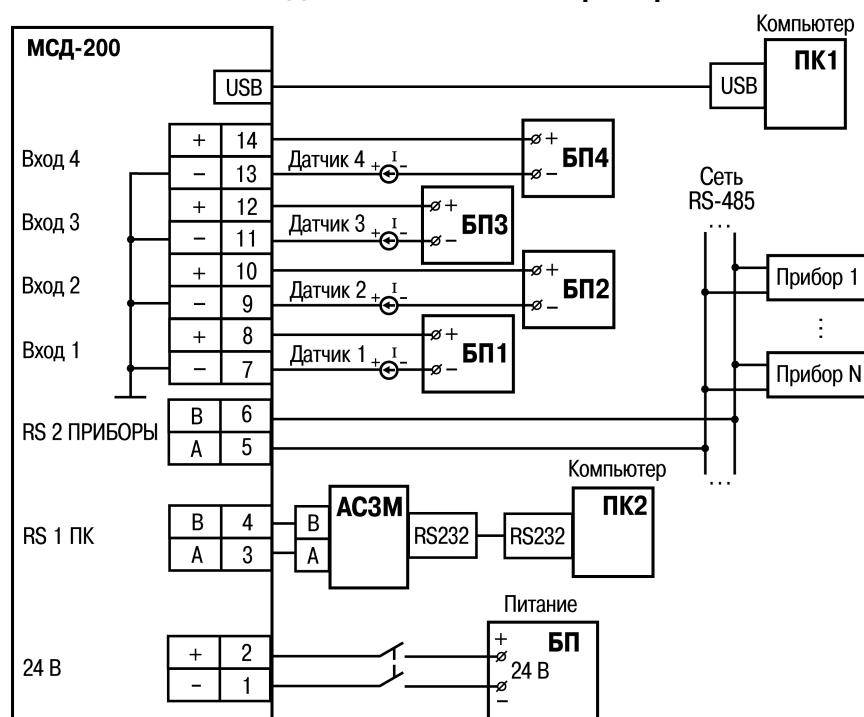

Рисунок 1.2
1.11.2. Связь с прибором контролируется индикатором, находящимся справа от кнопки «Пуск/Стоп» (смотри рисунок 1.2 - ссылка 1). Если связь с прибором установлена, индикатор окрасится в зеленый цвет. В случае неудачной попытки соединения индикатор связи остается окрашенным в красный цвет, а на индикаторе «статистика сети» количество «пакетов» приблизительно равно количеству «ошибок» (во вкладке "способ подключения" рисунок 1.2 - ссылка 2). Разрыв соединения осуществляется нажатием кнопки «СТОП».
(рисунок 1.2– ссылка 2) и отметить точкой "RS-232" или "Модем". В зависимости от выбранного значения, появится одно из следующих окон: